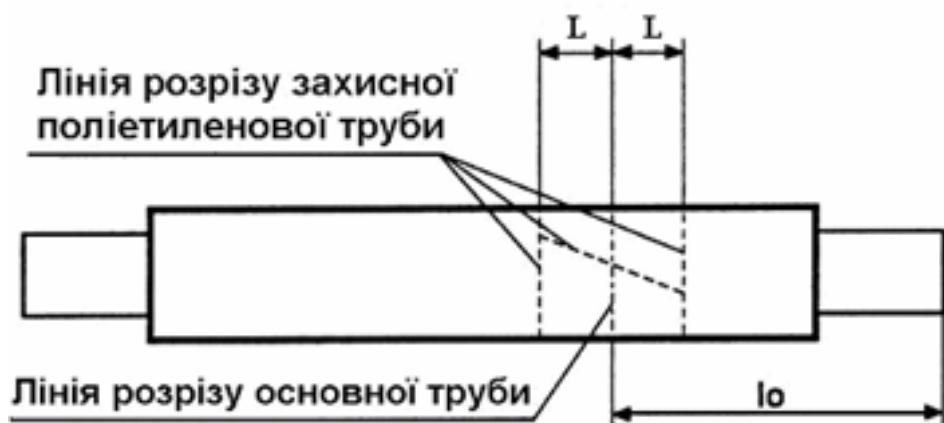

Рис. 11 Підготовка до розрізання попередньоізольованої труbi
- відміряти на захисній оболонці в обидві сторони від лінії розрізу сталевої труbi довжину (L) неізольованих кінців для даного типорозміру (рис. 11).